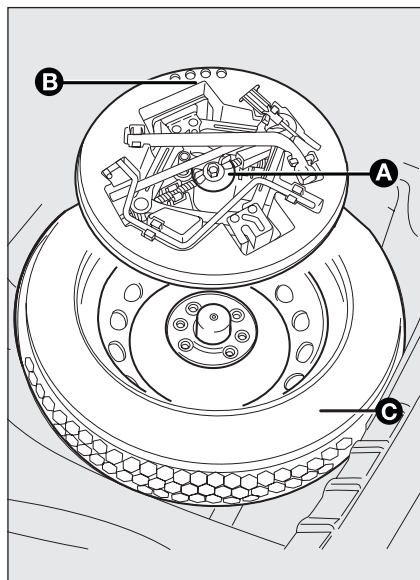

fig. 11
- ☐ quite los dos tornillos de fijación **A** - fig. 11;
- ☐ colocar la rueda de repuesto **C fig. 11** en su dentro del maletero;
- ☐ volver a colocar en el contenedor **B- fig. 11** el gato parcialmente abierto forzándolo ligeramente en su sede para evitar eventuales vibraciones durante la marcha;
- ☐ colocar el contenedor, con todas las herramientas, en la rueda de repuesto, apretando el dispositivo de bloqueo **A fig. 11**;